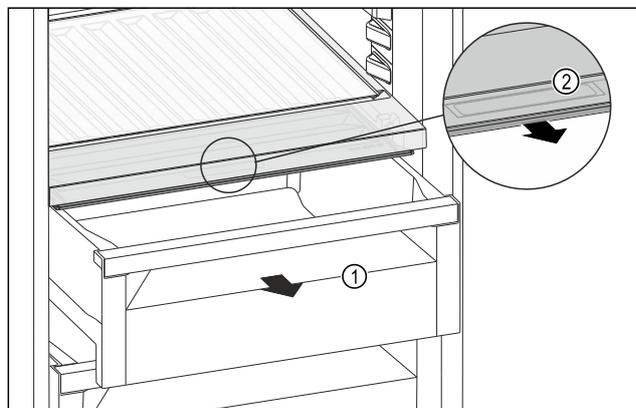

Fig. 122
- ▶ Schubfach Fig. 122 (1) herausziehen.
- ▶ Griffmulde Fig. 122 (2) am Fachdeckel anfassend gleichzeitig nach vorne ziehen.